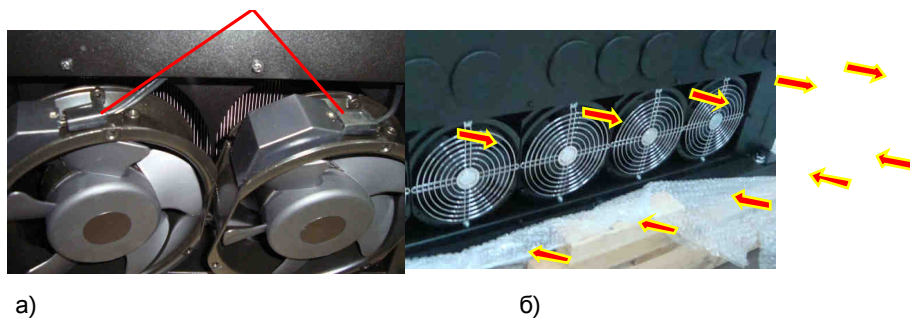

Рис. 7.30.
7.15.1.1. Подсоединить розетки кабелей в вентиляторов квилкам на корпусах вентиляторов охлаждения радиаторов, 5 шт. (рис. 7.30а).
7.15.1.3. Закрепить вентиляторы вместе с решетками винтами (рис. 7.30б).